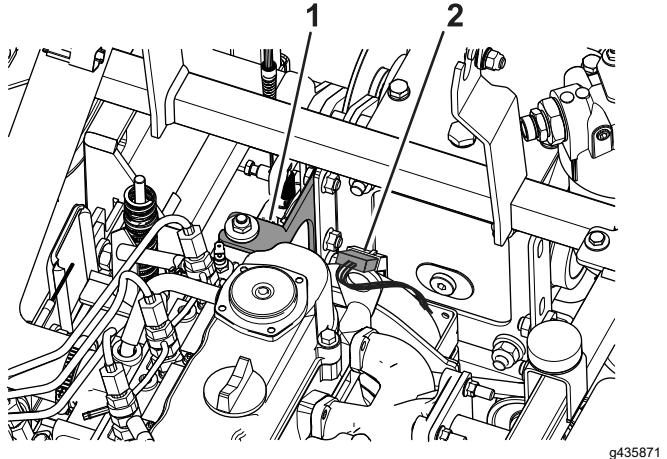

図 78
5. クラッチの配線のコネクタを外す図 78。
6. クラッチブラケットをフレームとクラッチに固定しているボルト3本とナット3個を取り外す図 78。